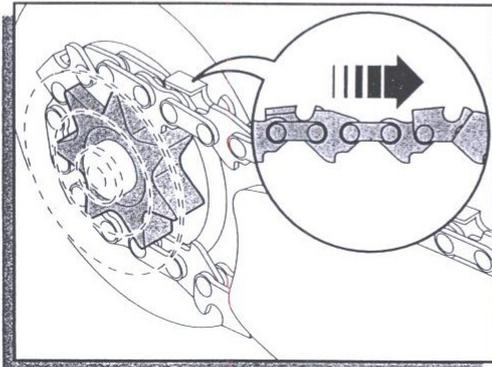

fig. 3
- Monter kæden i kædehjulet (fig.3) så skæret peger frem mod sværdet fig.3.